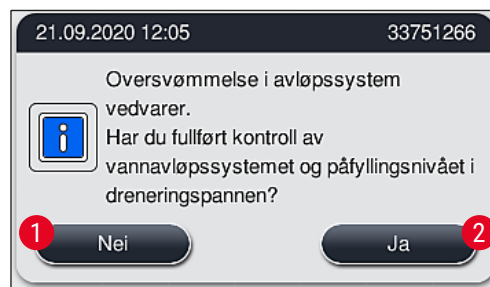

Fig. 126
2. Når det har gått 5 minutter og flere rengjøringsforsøk er gjort uten at blokkeringen er fjernet, vises en melding (→ "Fig. 126") på skjermen om at vannivået fortsatt er for høyt. Hvis brukeren trykker på **Nei** (→ "Fig. 126-1"), forlenges ventetiden i 5 minutter til slik at rengjøringsforsøkene kan fortsette. Hvis de etterfølgende rengjøringsforsøkene i andre runde lykkes, løses situasjonen som beskrevet under punkt 1. Hvis du trenger mer tid for å ordne problemet, trykker du på **Nei** (→ "Fig. 126-1") igjen. Intervallet kan repeteres flere ganger. Hvis blokkeringen ikke kan fjernes til tross for alle forsøk, trykker du på **Ja** (→ "Fig. 126-2") for å starte en kontrollert avbrytningsprosess. Se punkt 3 og 4 nedenfor.